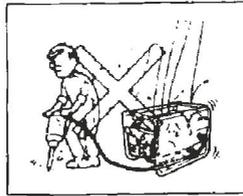

Fig.2
2. No lo utilice bajo condiciones de humedad (fig. 2)